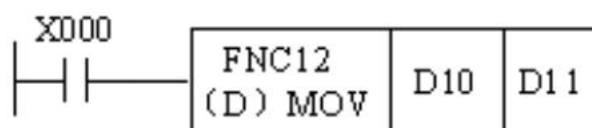

图 5.6 错误的 32 位 MOV 指令
**注意：**在指令中使用双字元件时，一般只用其低位地址表示这个元件，但高位元件也将同时被指令使用。建议用偶数作为双字元件的地址，此点会用图5.6来说明。功能指令中的操作数是指操作数本身或操作数的地址。功能指令能够处理16位或32位的数据。
要避免出现类似图5.6所示指令的错误：源由D11和D10组成，而目由D12和D11组成，这里D11是源、目重复使用，就会引起出错。所以建议32位数据首地址用偶地址。